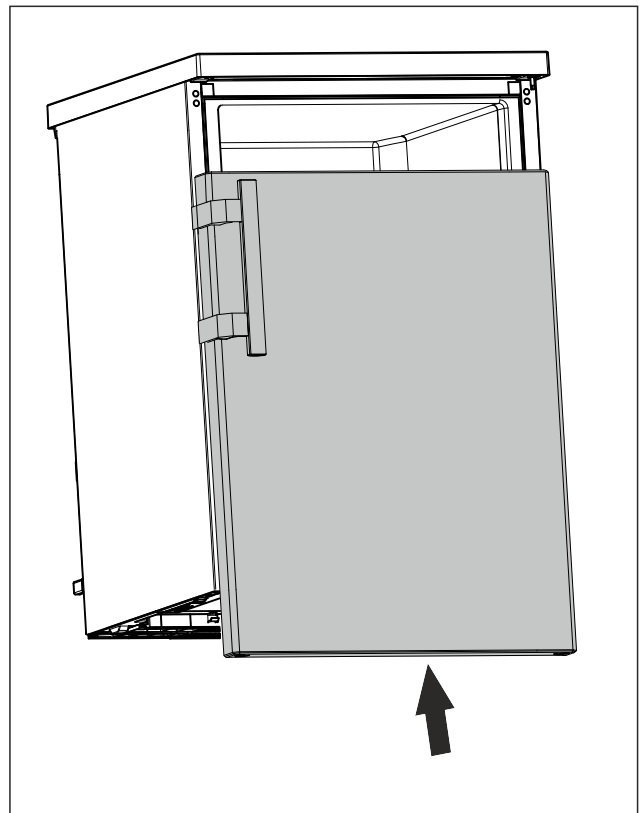

Fig. 15
- ▶ Pousser la porte fermée sur l'axe supérieur. (voir Fig. 15)